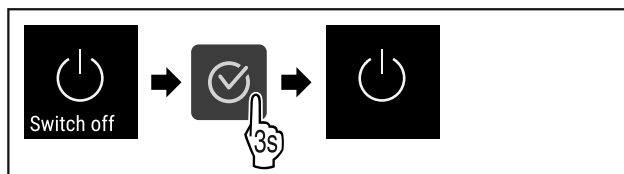

Fig. 65
- ▶ Eseguire i passi (vedere Fig. 65) .